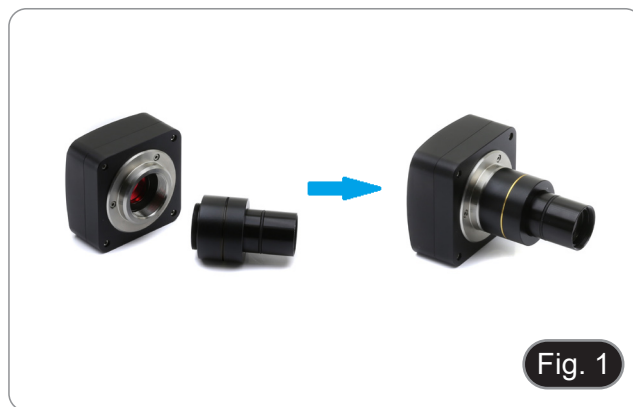

Fig. 1
2. Vissez la lentille de projection sur le filetage de la caméra. (Fig. 1)